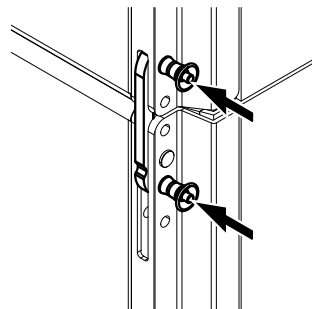

Abb. 2: SUB zu SUB,  $0^\circ$  Öffnungswinkel
- b. SUB zu SUB mit  $0^\circ$  Öffnungswinkel zwischen den Lautsprechern ( $\Rightarrow$  Abb. 2).